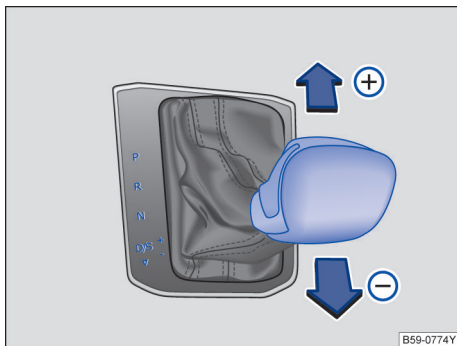

图 126 换挡杆在 Tiptronic 手动电控换挡程序位置上
- 向前  或向后  短促按压换挡杆，即可换高档或降挡 → 图 126。